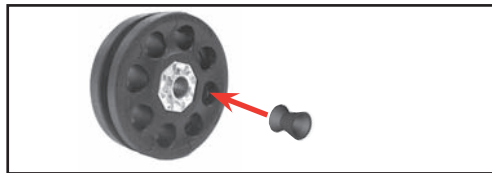

Ilustración 3.a
- Cargue el cargador de tambor insertando los balines Diábolo en los orificios del mismo (ilustración 3.a).